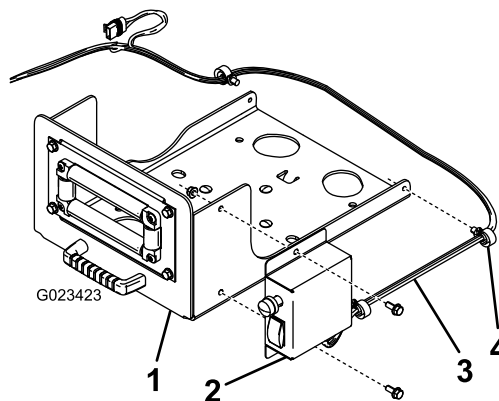

図 6
5. スイッチボックスをスイベルプレートに取り付ける；ボルト (5/16 インチ) 2本と、フランジナット (5/16 インチ) 2個で図 6 のように取り付ける。
6. ワイヤハーネスを、スイベルプレートに固定する；既存のクリップを使用する（図 6）。